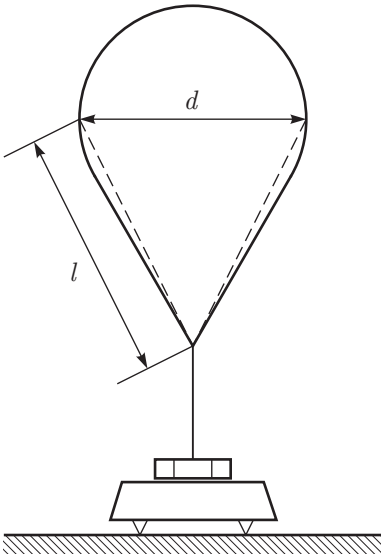

Рис. 7
2. Прикрепим к шару, заполненному гелием, груз и взвесим его на весах (рис. 7). Сила тяжести груза превышает подъёмную силу шарика. Груз давит на весы с силой равной разности силы тяжести, действующей на груз, оболочку и нить, и подъёмной силы шарика  $F = m_{\text{г}}g - F_{\text{п}}$ . Поскольку с течением времени подъёмная сила уменьшается, то показания весов увеличиваются по закону